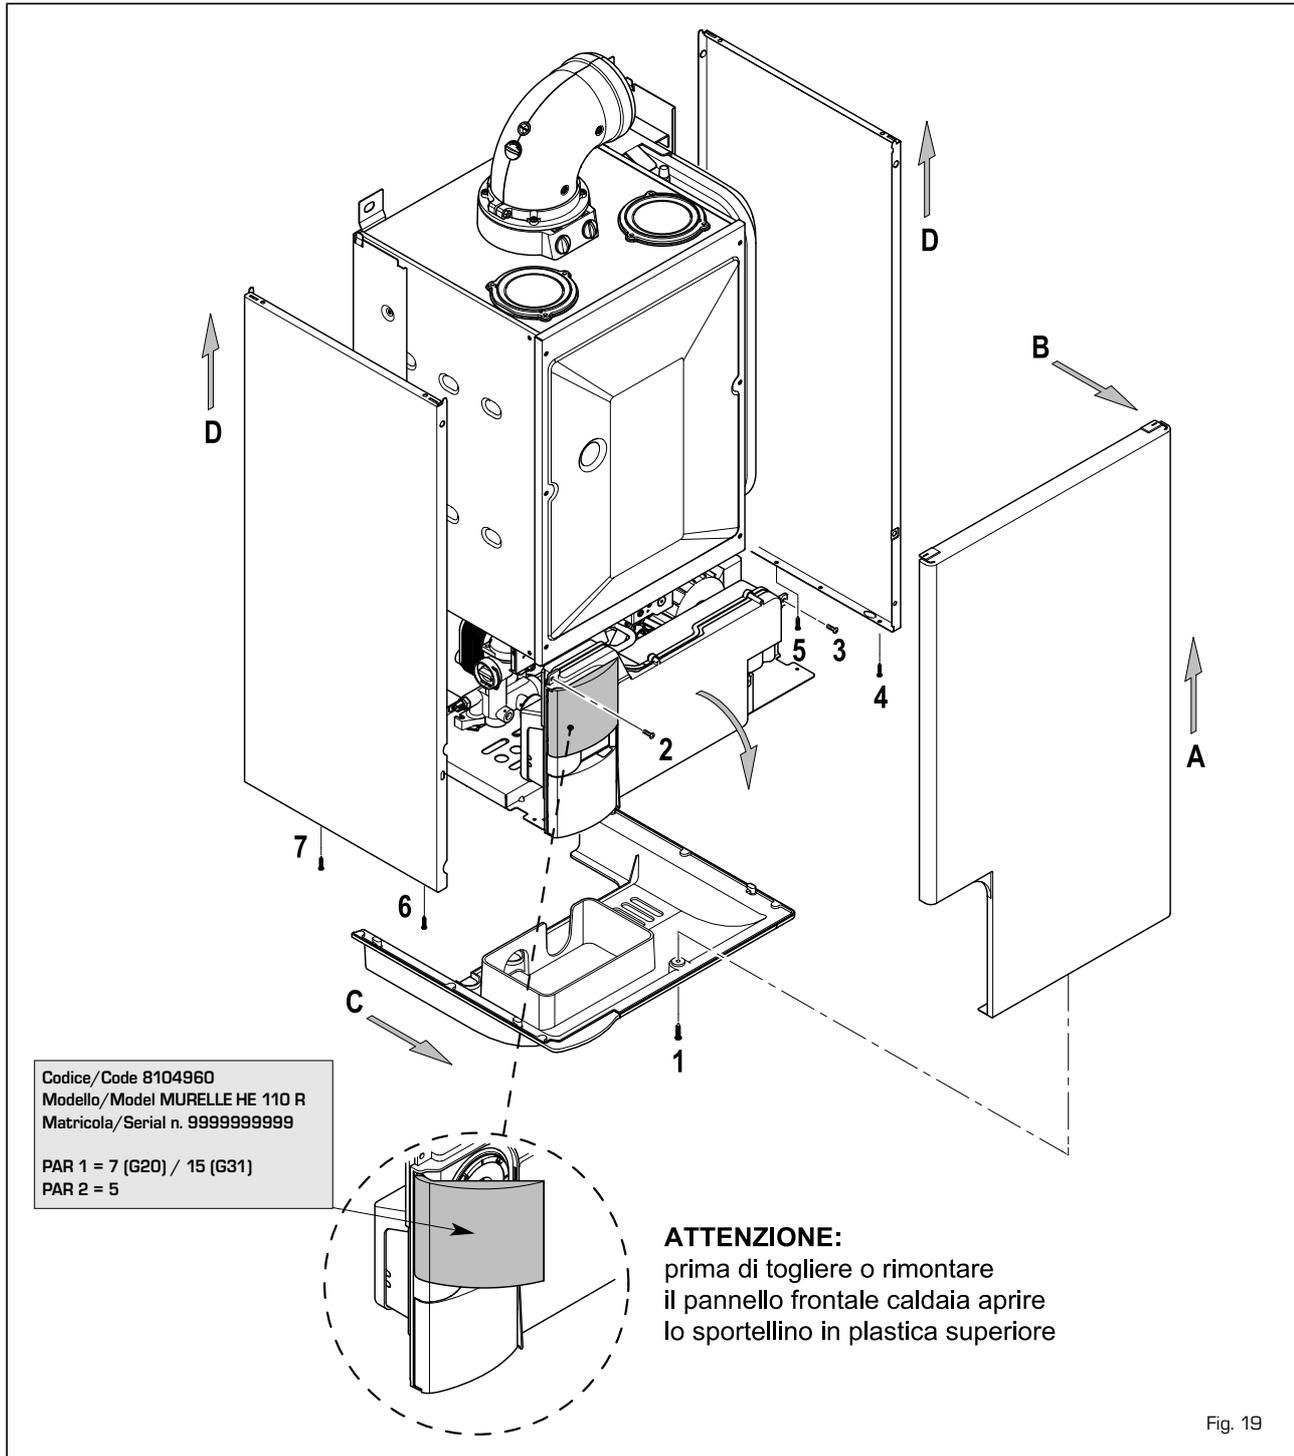

Fig. 19
4.4 SMONTAGGIO MANTELLO (fig. 19)
Per una facile manutenzione della caldaia è possibile smontare completamente il mantello come indicato nella fig. 19. Ruotare quindi il pannello comandi in avanti per poter accedere ai componenti interni della caldaia.